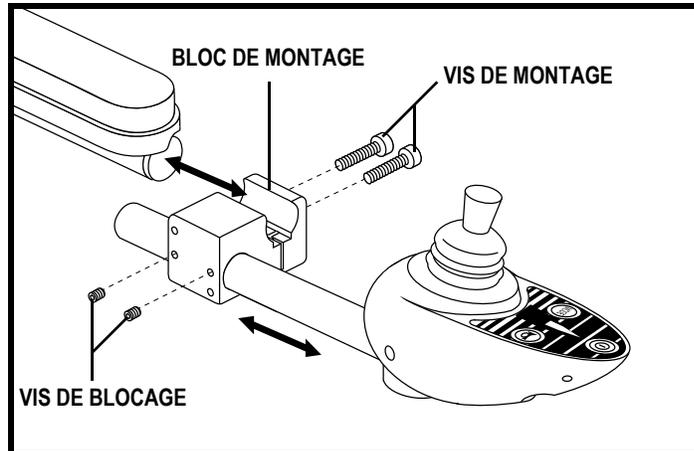

Figure 20. Réglage de la position du contrôleur (Bloc de montage)
**NOTE: Si votre fauteuil motorisé est équipé d'un siège spécialisé de type Synergy ou TRU-Balance motorisé, desserrez les vis de réglage sur le bloc de montage, glissez le contrôleur vers la position désirée, puis resserrez les vis de réglage. Voir la figure 20.**
**NOTE: Si votre fauteuil motorisé est équipé d'un siège spécialisé de type Synergy ou TRU-Balance motorisé, desserrez les vis de réglage sur le bloc de montage, transférez le contrôleur vers l'accoudeur opposé, puis resserrez les vis de réglage. Voir la figure 20.**